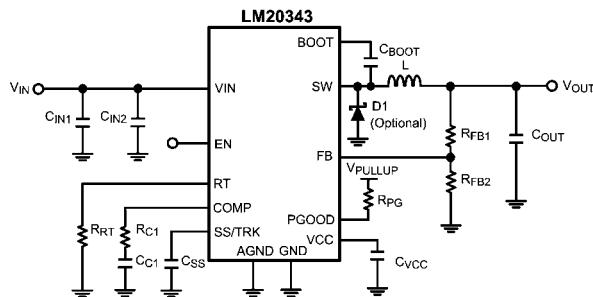

FIGURE 1. Typical Application Circuit
LM20343 は、できる限り少ない外付け部品で高効率な降圧レギュレータを実装するために必要なすべての機能を備えたスイッチング・レギュレータです。この使いやすいレギュレータは、2 つのスイッチ素子を内蔵し、最大 3A の連続出力電流を供給できます。レギュレータは非線形スロープ補償によるピーク電流モード制御により、出力電圧範囲全体にわたり最適な安定性と過渡応答を実現します。ピーク電流モード制御は、入力電圧フィードフォワード、サイクルごとの電流制限、ループ補償が簡単という特長を原理的に備えています。スイッチング周波数は、グランドに接続した外部抵抗により 250kHz ~ 1MHz まで可変できます。そのほか、電流制限、サーマル・シャットダウン、オーバーボルテージ保護、シャットダウン機能を備えています。デバイスは放熱を助ける露出パッドを組み込んだ eTSSOP-20 パッケージで供給されます。LM20343 の一般的なアプリケーション回路は設計ガイドラインの Figure 1 に示しています。
ここでは、全機能を有する電源の構築に必要な外付け部品の選定方法を段階を踏んで説明します。どのような DC/DC コンバータの設計であっても、効率、実装面積、性能が最適化のトレードオフになります。このセクションではこれらの設計条件について詳しく取り上げます。部品選定を簡易化するために、下の Figure 1 に示す回路を参考として使用します。特記のない限り、すべての式において単位は電流をアンペア (A)、容量をファラッド (F)、インダクタンスをヘンリー (H)、電圧をボルト (V) とします。